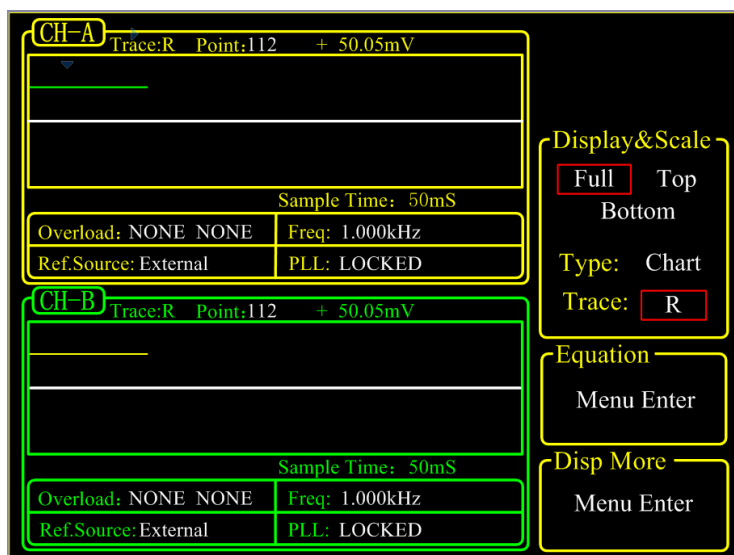

图24. <Full>-<Chart>显示
2)<Chart>: XY 坐标图, 显示测量值得曲线图形, 可通过旋钮控制<Cursor>来查看采样点的数值大小, 经常与[SAMPLE]子菜单和 CONTROL 控制区域配合做测量数据的采集。如图 24 所示。